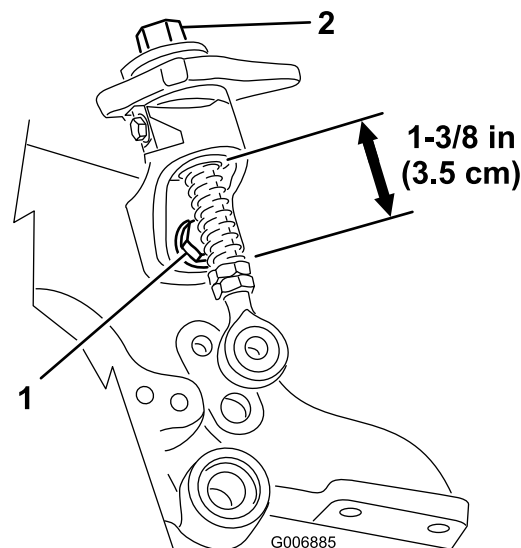

Рисунок 47
2. Ослабьте крепежный болт быстрого подъема и убедитесь в том, что резьбовой шток находится на одной линии и не заедает в нижней рампе быстрого подъема (Рисунок 47). Заново затяните болты.
3. Проверьте длину пружин быстрого подъема на резьбовых штоках, эта длина должна составлять 3,5 см (Рисунок 47).